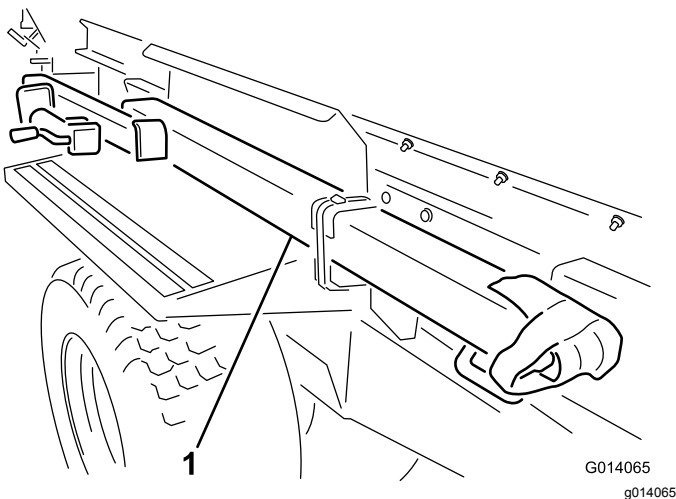

Bild 3
3. Schneiden Sie beide Gurte durch, mit denen die Anbauvorrichtung am Kotflügel befestigt ist, um die Anbauvorrichtung aus der Versandstellung zu nehmen (Bild 3). Nehmen Sie die zwei Befestigungshalterungen vom Kotflügel ab und werfen Sie sie weg.